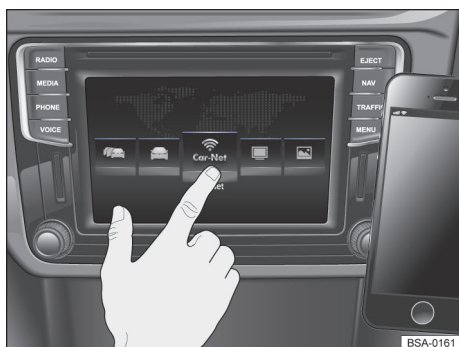

Fig. 128 Cadastrar no Volkswagen Car-Net com o sistema Infotainment e o telefone móvel.
- No menu principal, tocar na superfície de função → Fig. 128.